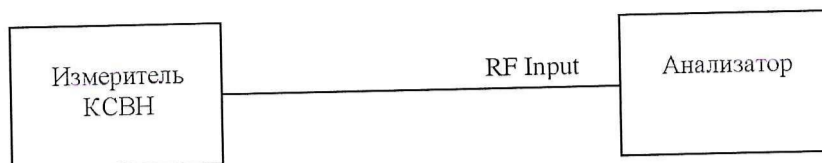

Рисунок 3 - Измерение КСВН ВЧ входа анализатора
7.3.3.1 Соединить ВЧ вход анализатора с входом измерителя КСВН (Рисунок 3).